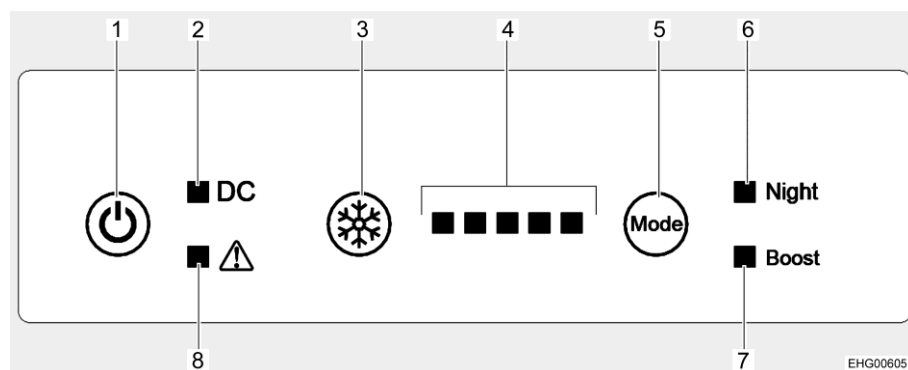

Bild 165 Reglage, knappar (kylskåp)
- Slå på:** ■ Tryck in På/Av-knappen (Bild 165,1). Alla kontrollampor tänds (ljustest) och släcks efter ca 3 sekunder. Endast driftkontrollampan (Bild 165,2) förblir tänd och indikerar att kylskåpet fungerar. Kompressorn startar efter en kort fördröjning.
- Slå från:** ■ Tryck in På/Av-knappen (Bild 165,1). Driftkontrollampan (Bild 165,2) slocknar.
- Ställa in kylnivå:** ■ Tryck på knappen för kylnivå (Bild 165,3) upprepade gånger tills önskat kylnivå visas. Ju fler kontrollampor (Bild 165,4) som tänds, desto högre kyleffekt (och även energiförbrukning).
- Slå på natlläge:** ■ Tryck på driftlägesknappen (Bild 165,5) upprepade gånger tills kontroll-lampan för natlläge (Bild 165,6) lyser. Kylskåpet fungerar nu i natlläge.
- Slå av natlläge:** ■ Tryck på driftlägesknappen (Bild 165,5) upprepade gånger tills kontroll-lampan för natlläge (Bild 165,6) slocknar. Kylskåpet arbetar på nytt i normaldrift.
- Slå på boostläge:** ■ Tryck på driftlägesknappen (Bild 165,5) upprepade gånger tills kontroll-lampan för boostläge (Bild 165,7) lyser. Kylskåpet fungerar nu i boost-läge.
- Stäng av boostläge:** ■ Tryck på driftlägesknappen (Bild 165,5) upprepade gånger tills kontroll-lampan för boostläge (Bild 165,7) slocknar. Kylskåpet arbetar på nytt i normaldrift.